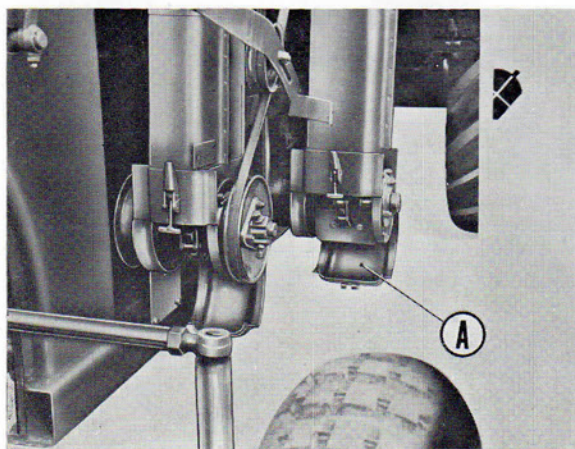

Fig. 107
- Tendre la chaîne en serrant les boulons A au sommet de l'élevateur. Vérifier la tension par la porte de visite inférieure A (fig. 107). Les rouleaux de la chaîne doivent pouvoir être déplacés latéralement.